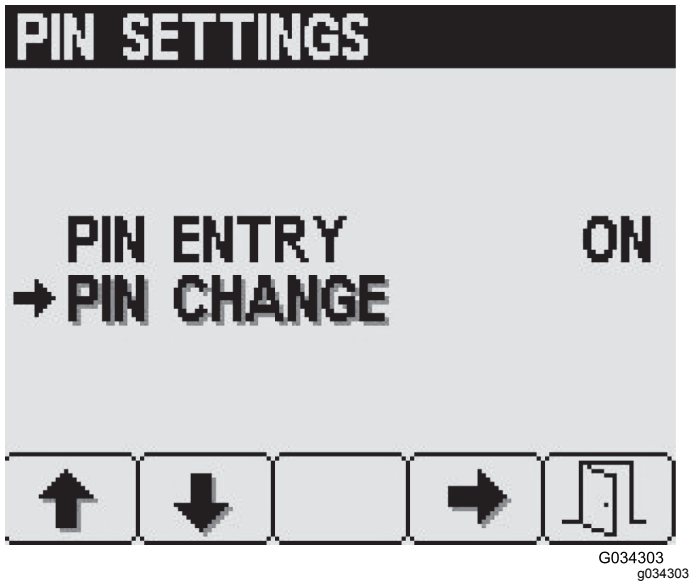

図 27
3. PIN 設定画面でボタン2を何度か押して PIN 変更 PIN Changeへ移動し、ボタン4でそれを選択する 図 27。